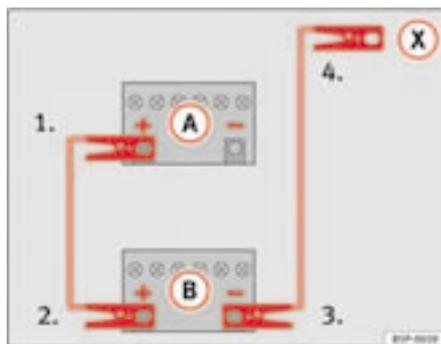

Fig. 177 Esquema de conexión de los cables de emergencia
En la ⇒ fig. 177 **A** representa a la batería sin carga y **B** a la batería con carga.
1. Emborne un extremo del cable de emergencia rojo al polo positivo ⇒ fig. 177 ⊕ del vehículo con la batería descargada ⇒ ⚠.